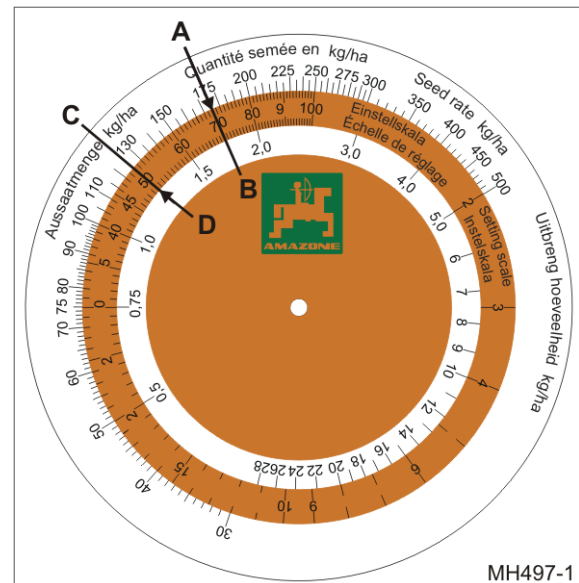

Fig. 149
- o errechnete Aussaatmenge 175 kg/ha (Fig. 149/A)
- o Getriebestellung 70 (Fig. 149/B) auf der Rechenscheibe übereinander stellen.
2. Die Getriebestellung für die gewünschte Aussaatmenge von 125 kg/ha (Fig. 149/C) auf der Rechenscheibe ablesen.
- Getriebestellung 50 (Fig. 149/D).